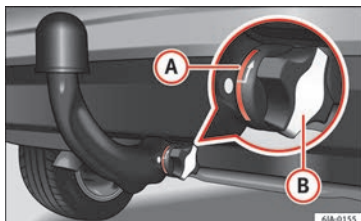

Fig. 104 Fixação correta da barra de cabeça esférica.
- A marca vermelha **(A)** » **Fig. 104** na roda manual indica a marca branca na barra de cabeça esférica.